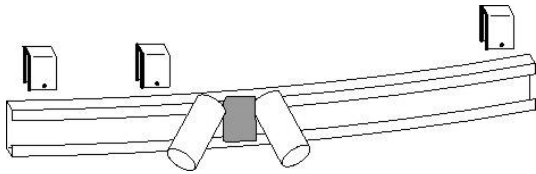

Abb. 3.1
Schritt 3: Befestigung des „C“ Profils (Abb. 3.1 bis 3.4)